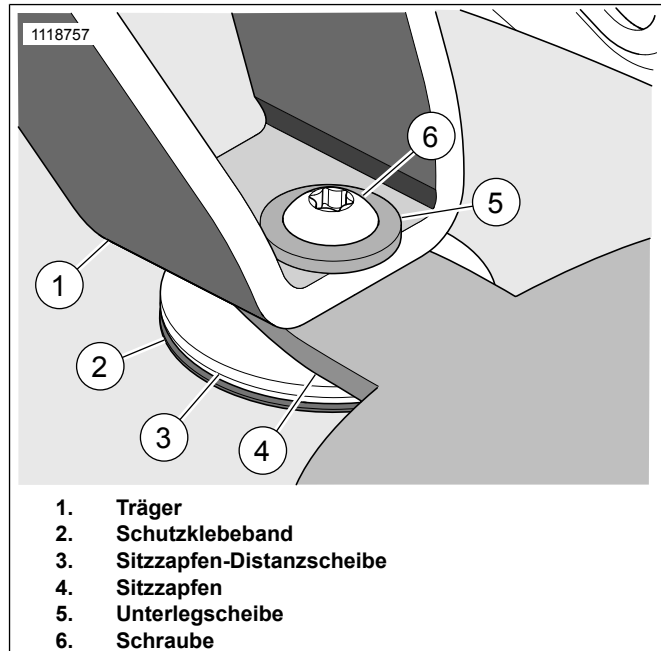
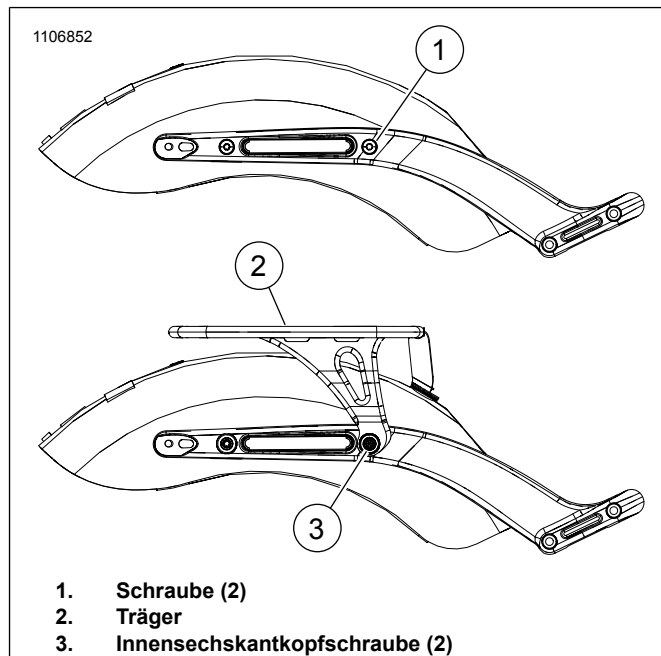

Abbildung 3. Einbau der Befestigungsteile
Abbildung 4. Satz 50300120
6. Siehe Abbildung 3. Schutzklebeband (2) oben auf dem Schutzblech anbringen.
10. Siehe Abbildung 4. Schrauben (1) vom Schutzblech entfernen.
- a. Position Gepäckträger (2) am Schutzblech.
- b. Siehe Abbildung 3. Das Loch im Träger (1) mit dem Loch auf dem Sitzzapfen (4) ausrichten.
- c. Die Unterlegscheiben (5) und Schraube (6) locker anbringen.
- d. Siehe Abbildung 4. Die Löcher in der Seitenplatte des Trägers mit dem Schutzblech ausrichten.
- e. Die beiden Innensechskant-Kopfschrauben (3) locker anbringen, damit der Träger in Position bleibt.
- f. Eine Innensechskant-Kopfschraube (3) entfernen und Gewindegewandmittel auftragen.